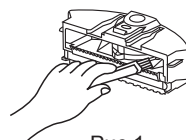

Рис.1
1. Вытряхните пыль и вычистите контейнер при помощи щетки. (См.рис.1)